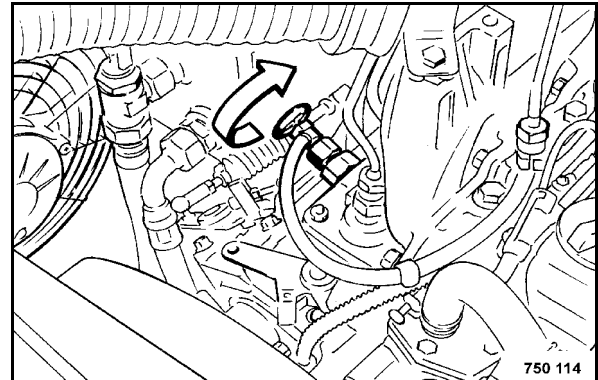

Fig. 157
- Dévisser la vis de purge (Fig. 157) se trouvant à l'extrémité supérieure de la pompe à injection.